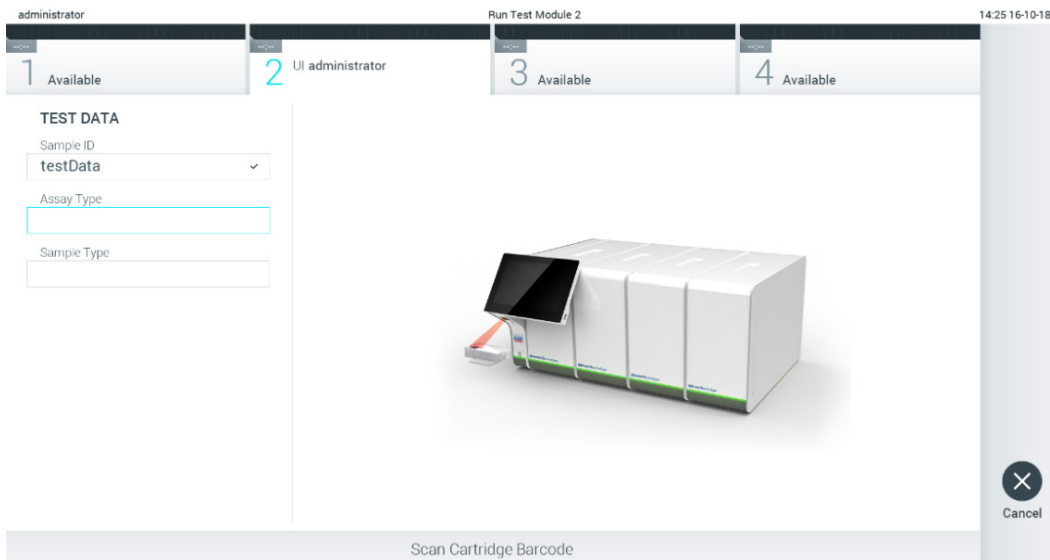

Figure 24. Lecture du code-barres de la cartouche de dosage QIAstat-Dx.
3. Lorsque vous y êtes invité, scannez le code-barres de la cartouche de dosage QIAstat-Dx à utiliser. Le QIAstat-Dx Analyzer 1.0 reconnaît automatiquement le dosage à effectuer, en fonction du code-barres de la cartouche de dosage QIAstat-Dx (figure 24).